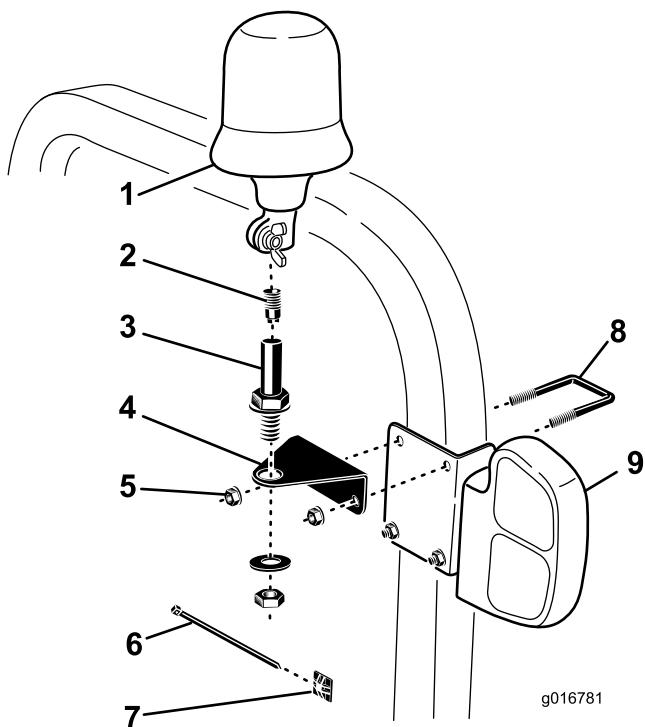

図 7
2. ROPS 用ビーコンブラケットを、右側 ROPS の裏側にテールライトブラケットを ROPS に固定している下側の U ボルトとナット 3/8 インチ2個を使用する図 7。
4. ビーコンのソケットからビーコン用コネクタを外す図7。
7. ビーコン用ブラケットにソケットを取り付ける付属のジャムナットを使用する図7。
8. ビーコンをソケットに接続し、蝶ナットで固定する図7。
9. ROPSにパッド2枚を貼り付け、ケーブルタイを使ってワイヤハーネスをパッドに固定する図7。